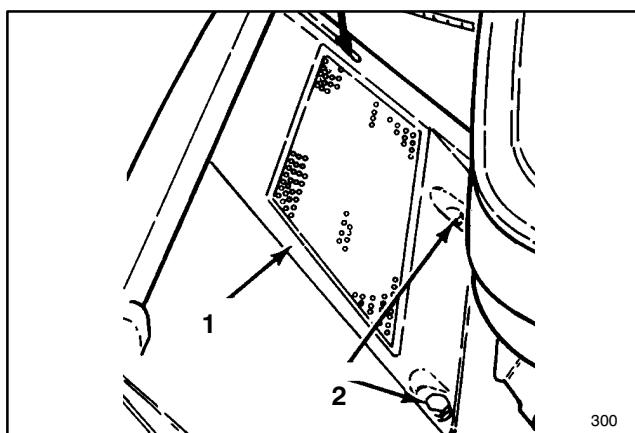

Figure 32
2. Retirez les deux (2) vis autotar audeuses de 0,5 pouces qui retiennent le panneau écran au plateau de la tondeuse et retirez le panneau écran (fig. 32).